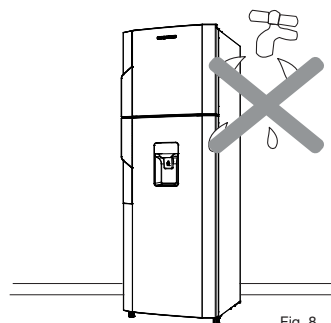

Fig. 8
- No salpique agua directamente dentro o fuera del refrigerador. Podría producirse un choque eléctrico u oxidaciones prematuras. Limpie el refrigerador con un paño limpio y húmedo. Ver Fig. 8